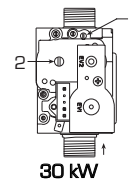

Figure 6
2) Dévisser à fond le vis de réglage débit gaz de la vanne (1 - Figure 6).
3) Agir sur la vis de réglage OFF-SET de la vanne gaz (2 - Figure 6) et rechercher le "Δp air-gaz" indiqué dans le tableau: